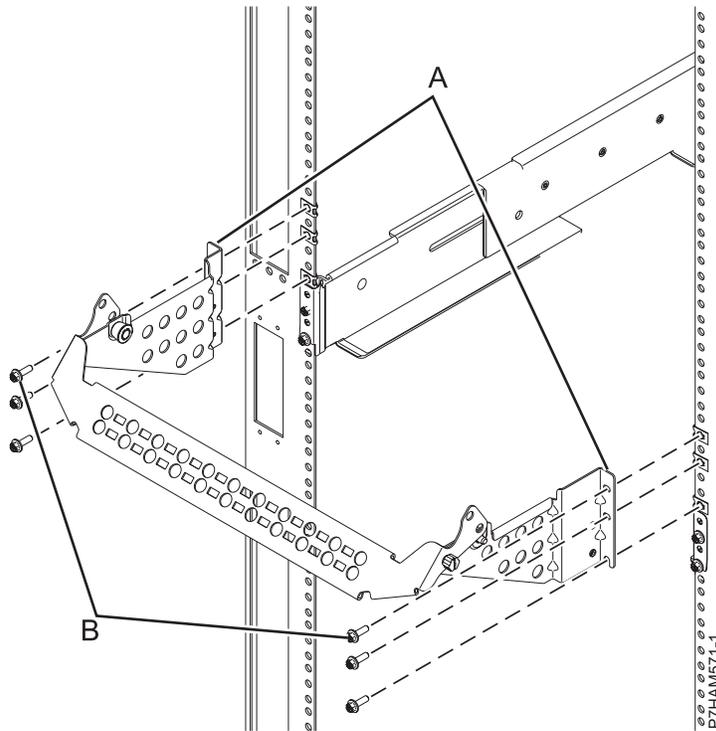

Abbildung 12. Installieren der Kabelführung
- 2) Wählen Sie an einem der Seitenteile der Halterung (C) den Befestigungspunkt am runden Ende dieses Teils. Das Ende des mittleren Teils des Fachs, an dem das Teil befestigt werden muss, finden Sie in der vorherigen Abbildung.
- 3) Richten Sie den Befestigungspunkt des Seitenteils der Halterung an der Innenseite der Befestigungsbohrung am mittleren Teil des Fachs aus. Befestigen Sie mit einer der mitgelieferten Rändelschrauben (A) das Seitenteil der Halterung am mittleren Teil des Fachs.
- k. Halten Sie an der Rückseite des Racks die montierte Kabelführung so an die Befestigungsflansche (A), dass ihre Bohrungen an den Bohrungen in den hinteren Rackflanschen direkt über den Führungsklemmen der Erweiterungseinheit ausgerichtet sind (siehe Abb. 12 auf Seite 14). Fixieren Sie jeden Befestigungsflansch mit M5-Schrauben (B) an den drei Positionen über der Führungsklemme, an denen die Klemmmuttern befestigt wurden.